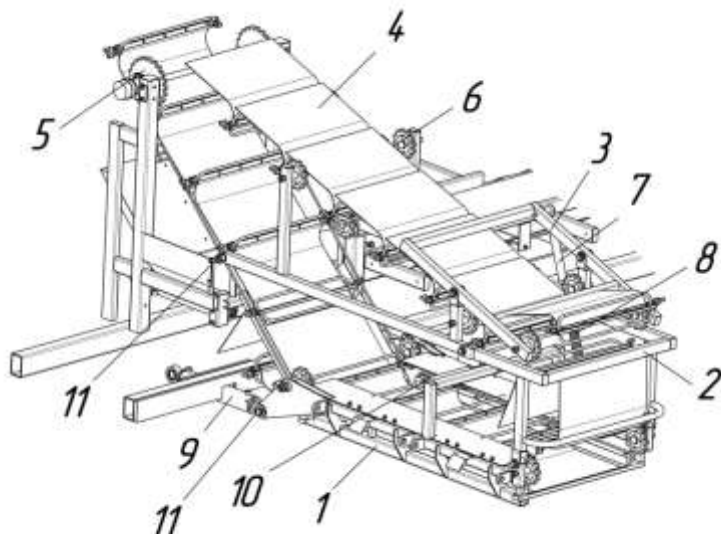
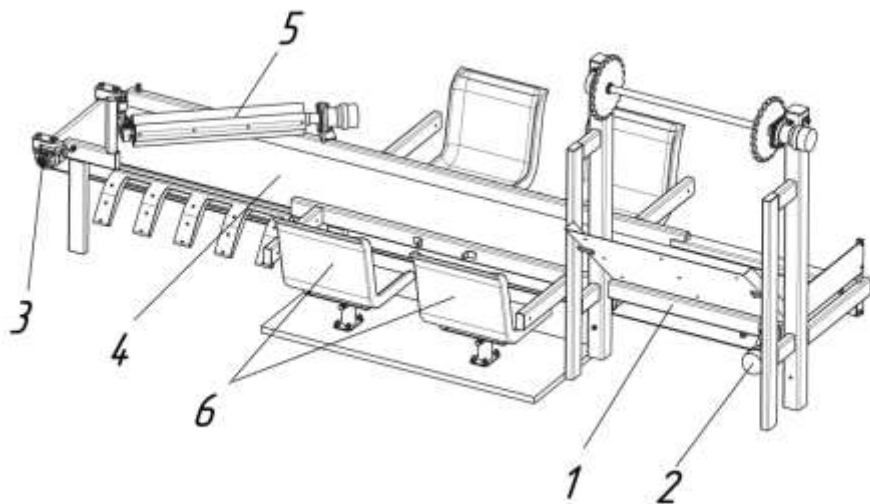
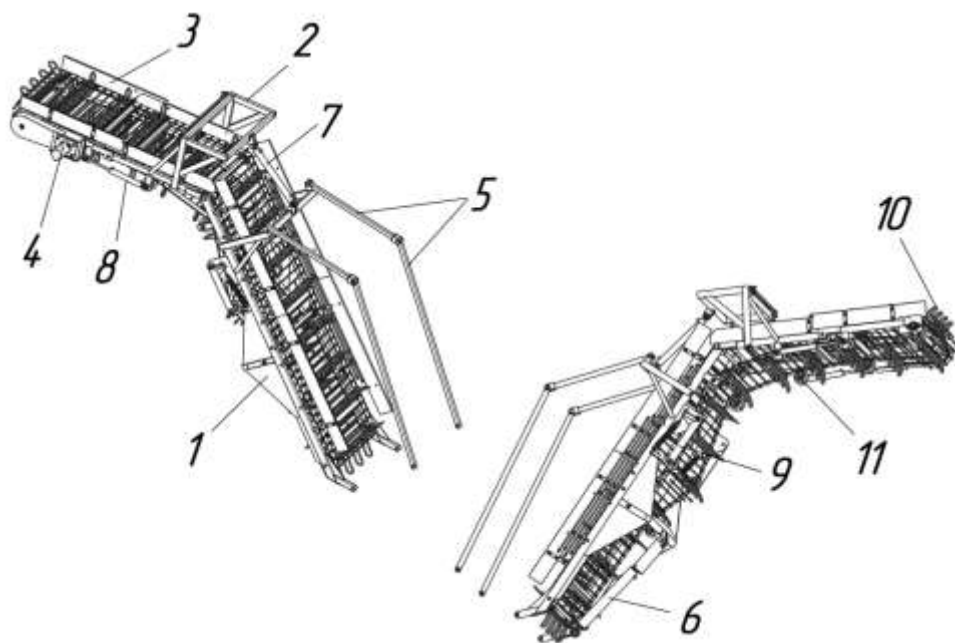

Рисунок 3 – Транспортер приемный
Рисунок 4 – Транспортер продольный
Рисунок 5 – Транспортёр выгрузной
3.4 Для доставки капусты от срезающего аппарата в кузов предусмотрена система из трех транспортеров: приемного (рисунок 3), продольного (рисунок 4) и выгрузного (рисунок 5).
Транспортёр приемный (рисунок 3) представляет собой поддон 1 и шарнирно закрепленные к нему рамка 2 и балка 3. Сам транспортер шарнирно крепится к раме транспортера (в точках 11). Лента транспортера 4 представляет собой закрепленные на цепи резиновые пластины. Привод транспортера осуществляется гидромотором 5. Натяжение транспортеры регулируется при помощи талрепа 7. Для перевода транспортера в транспортное положения используется гидроцилиндр 9. В транспортном положении транспортёр фиксируется тягами к раме транспортера.
Транспортер продольный (рисунок 4) представляет собой сварную раму 1 по краям которой установлены приводной вал 2 и натяжной вал 3, между которыми натянуто полотно транспортера 4. Для предотвращения образования затора при переходе капусты на транспортер погрузочный используется отражатель 5. Отражатель регулируется по высоте для возможности свободного прохождения отходов. Транспортер продольный является также и переборочным столом. На сидениях стола 5 операторы перебирают движущуюся по транспортеру капусту.
Транспортер выгрузной (рисунок 5) состоит из трех частей, соединенных шарнирно между собой. Для регулировки положения частей транспортера установлены цилиндры. Нижний цилиндр 6 кроме того служит опорой всего транспортера. В случае поломки цилиндра 6 предусмотрены страховочные тяги 5, которые кроме этого еще и придают некоторую жесткость конструкции. Перемещение капусты по транспортеру осуществляется по элеватору 10, который представляет собой набор прутков, закрепленных на ремнях. Привод транспортера осуществляется от гидромотора 4 через цепную передачу. Натяжник 9 регулирует натяжение ремней транспортера.
Для регулировки положения аппарата срезающего относительно поверхности земли предусмотрен талреп 10 (см. рисунок 3).